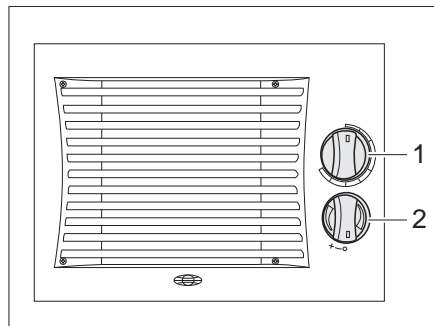

Bild 196 Bedienelemente Zusatz-Wärmetauscher
- Den Drehregler (Bild 196,1) des Durchflussreglers bis zur gewünschten Position drehen. Der Wasserkreislauf ist offen.
- Den Gebläseschalter (Bild 196,2) des Umluftgebläses im Uhrzeigersinn drehen.
- Den Gebläseschalter (Bild 196,2) auf „0“ drehen.
- Den Drehregler (Bild 196,1) des Durchflussreglers ganz zurückdrehen.